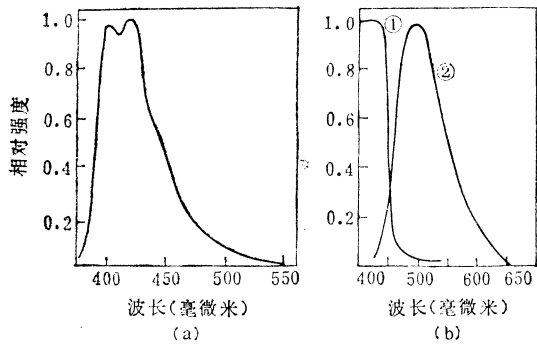

图 3 (a) 闪烁荧光光谱 (b) BBQ 的发光光谱。吸收光谱结构严实、紧凑，死空间很小。64 层闪烁体的荧光只由一个光电倍增管接收。
(1) 吸收光谱和发射光谱。BBQ 的吸收光谱范围为  $\leq 470\text{nm}$ , 即吸收蓝光和紫光。闪烁体荧光是蓝紫色, ( $\sim 380\text{nm}$ ), 正落在这个范围内。BBQ 的发射光谱范围为  $450\text{nm}-600\text{nm}$  的黄绿色区域。图 3 给出了吸收谱线和发射谱线。这两谱线有部分重合,这意味着